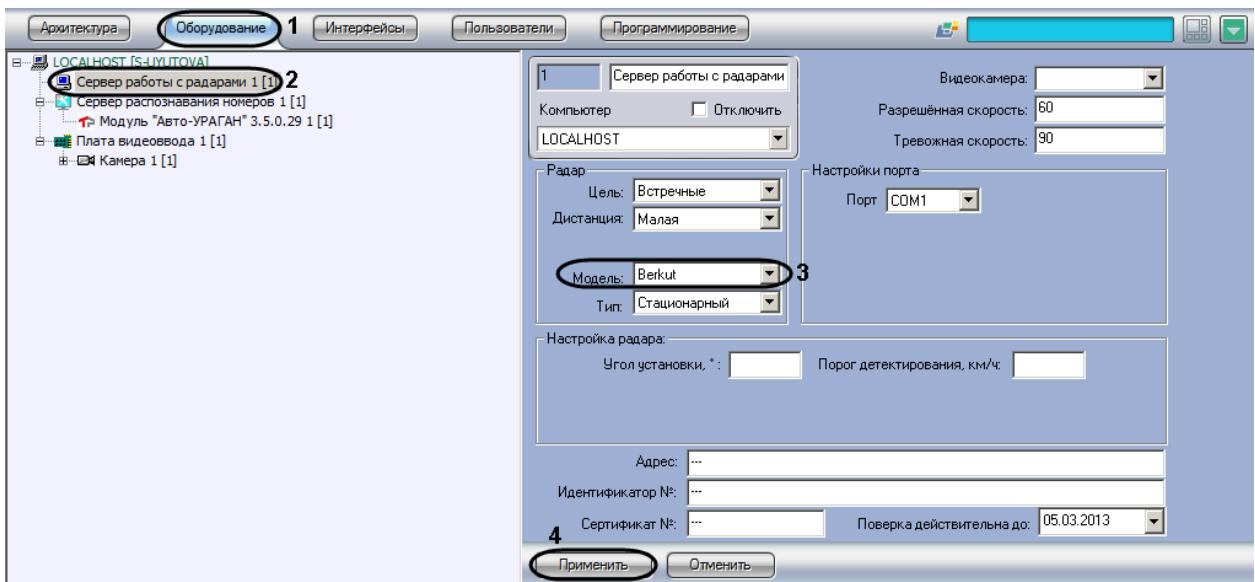

Рис. 7.3—5. Выбор подключаемого устройства «Радар» из списка доступных устройств
2. В дереве объектов на вкладке «Оборудование» выбрать объект «Сервер работы с радарами», соответствующий настраиваемому программному модулю «Радар» (см. Рис. 7.3—5, 2). В правой части вкладки «Оборудование» отобразится панель настройки выбранного объекта.
3. Выбрать модель установленного устройства «Радар» из списка поддерживаемых устройств (см. Рис. 7.3—5, 3).
4. Нажать кнопку «Применить» (см. Рис. 7.3—5, 4).